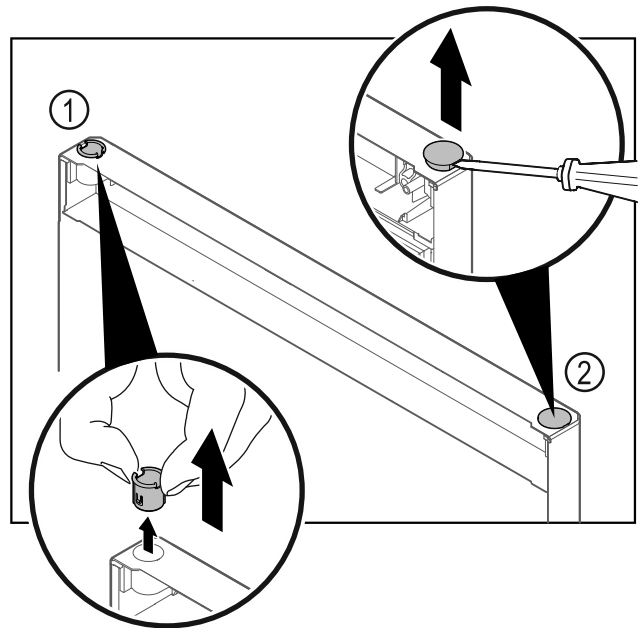

Fig. 26
- ▶ Витягніть шарнірну втулку Fig. 26 (1) пальцями.
- ▶ За допомогою шліцевої викрутки обережно підніміть заглушку Fig. 26 (2) та витягніть її.